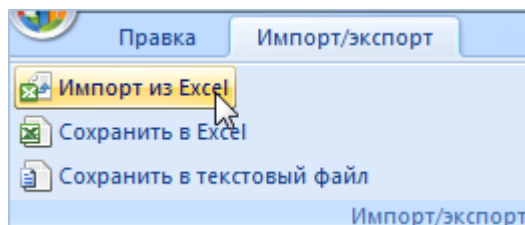

Рис. 26-89 – Импорт неисправностей из файла Excel
2) Выделить в рабочем окне «Неисправности» папку, в которую будут добавлены данные из файла, и нажать кнопку «Импорт из Excel» панели «Правка» (рис. 26-89).